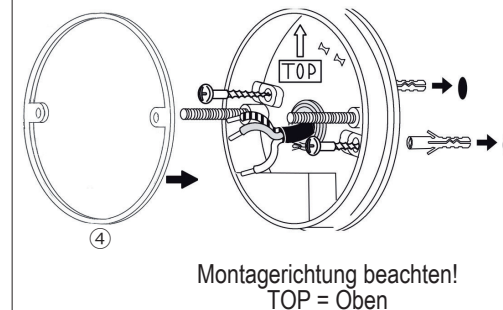

Bild 2
Bild 2: Das Kabel durch die Dichtung ③ schieben. Die Grundplatte mittels Wasserwaage (an den Gewindestiften) ausrichten, die Bohrlöcher an den entsprechenden Stellen anzeichnen und die Grundplatte wieder abnehmen. Die Löcher bohren, die Dübel einsetzen und die Grundplatte anschrauben. Bei Holzwänden oder Leichtbauwänden passendes Material verwenden. Die Grundplattendichtung ④ einsetzen.